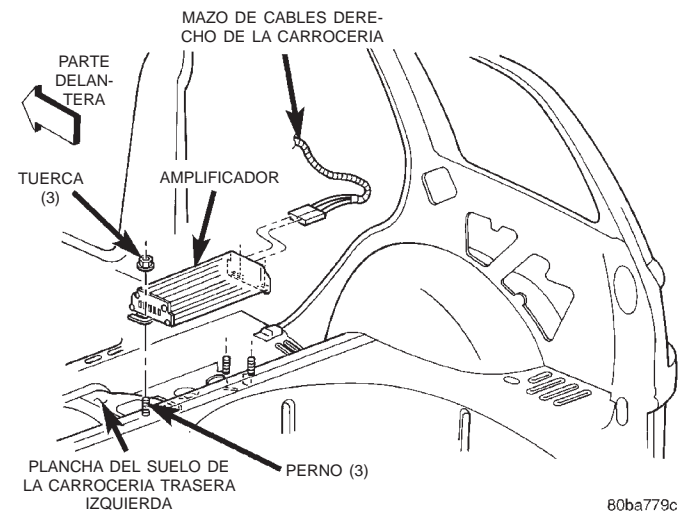

Fig. 11 Desmontaje e instalación del amplificador de potencia
(1) Desconecte y aisle el cable negativo de la batería.
(2) Destrabe el cojín del asiento trasero derecho y colóquelo en posición vertical.
(3) Desconecte los dos conectores del mazo de cables derecho de la carrocería de los receptáculos del conector en el extremo derecho del amplificador de potencia (Fig. 11).